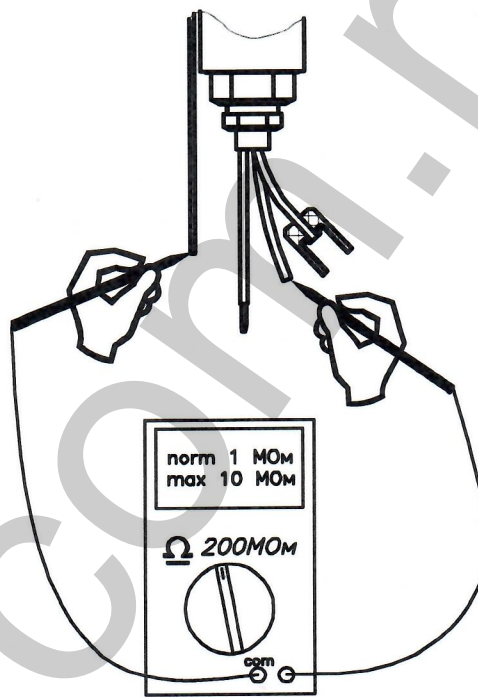

Рис.3
1.3 Измерить R резервного мостика см. Рис.3.